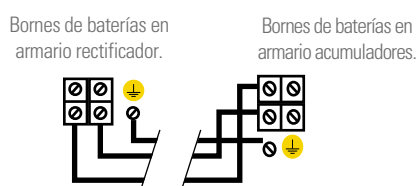

Fig. 7. Conexión sistema con un armario de baterías.
- Conectar la manguera de cables, por lo general suministrada, entre los bornes del sistema y los del armario o bancada de baterías, respetando el color de los cables (rojo para (+), negro para (-) y verde-amarillo para el tierra de enlace () así como la polaridad indicada en el etiquetado del equipo (ver Fig. 7).